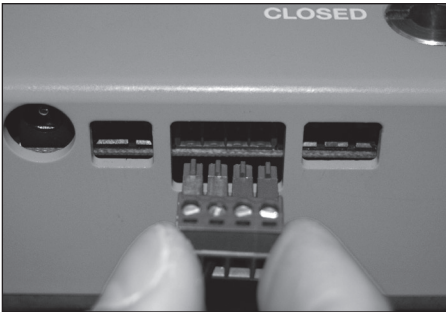

Figura 16
5. Retirar la cinta terminal de la placa de circuito verde de la unidad de control tirando directamente de la cinta terminal. **Figura 16**